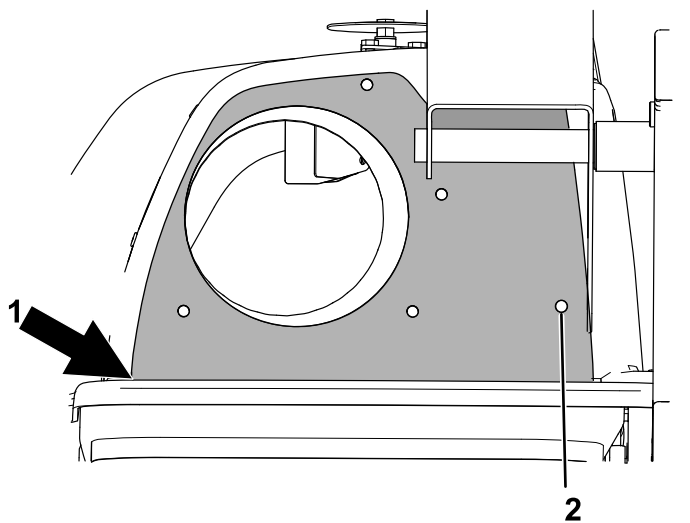

Figura 6
- Coloque o modelo no capot, alinhando o furo direito com o furo da montagem do suporte da articulação e a extremidade inferior com o bordo do capot (Figura 6).